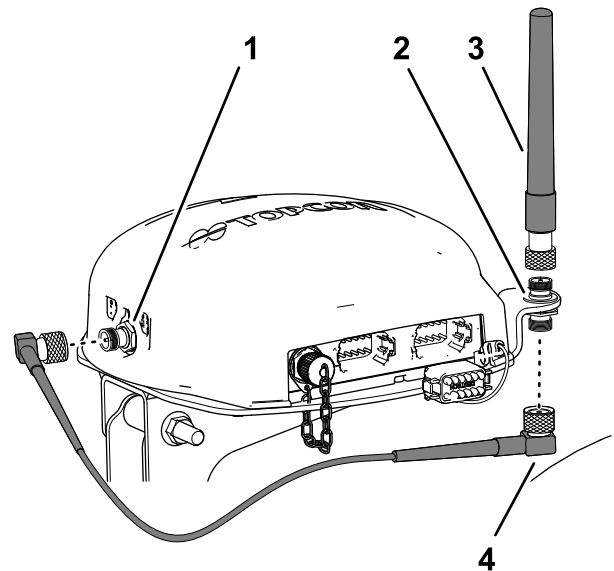

Bild 158
3. Befestigen Sie die RTK-Antenne am oberen Anschlussstück der Koaxialkupplung und ziehen die Mutter der Antenne mit der Hand an (Bild 158).
4. Befestigen Sie das Antennenkabel lose am unteren Anschlussstück der Koaxialkupplung (Bild 158).
5. Verlegen Sie das Kabel um die Rückseite des Navigationsempfängers zum Koaxialstecker des CDMA- oder GSM-Mobilfunkmodems (Bild 158).
6. Befestigen Sie das Antennenkabel am Koaxialstecker des CDMA- oder GSM-Mobilfunkmodems (Bild 158).